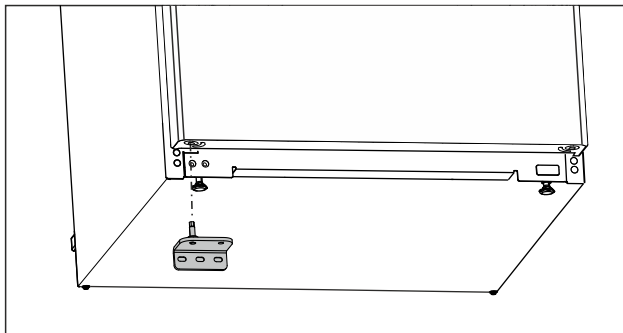

Fig. 24
- ▶ Ievietojiet apakšējo gultņa balstu pretējā pusē. (skat. Fig. 24)